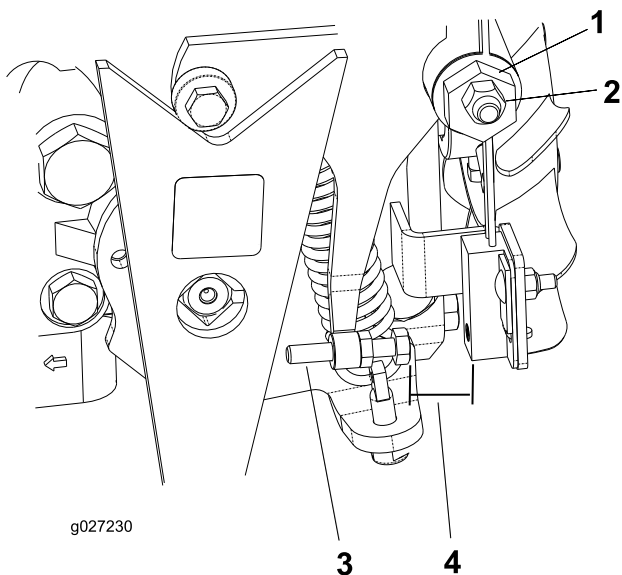

Bild 36
4. Lockern Sie die Sicherungsmutter an der Fahrtriebs-Einstellnocke (Bild 36).
5. Lassen Sie den Motor an und drehen das Sechskant (Bild 36) der Nocke in beide Richtungen, um die zentrale Stellung im Neutralbereich ausfindig zu machen.
3. Stellen Sie die Schraube ein, bis der Abstand $\pm 0,8-2,3$ mm beträgt, siehe Bild 36.